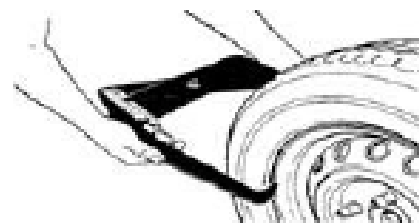

Fig.2
- Ajustar el valor "b" :ajustar el diámetro nominal "b" marcado en la rueda o utilizar el calibrador de anchura para medir el valor de "b" como en la Fig.2, luego pulsar Br+ y Br -.